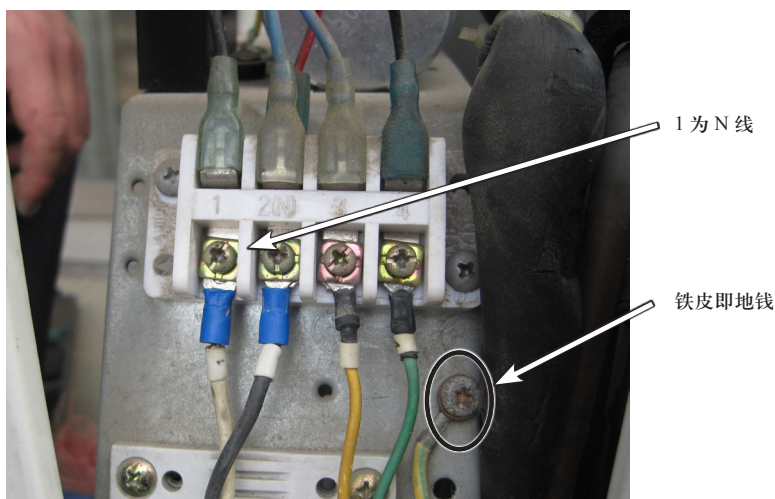

图 6-30 检测 N 线与地线
- 3) 用万用表电阻档测量 N 线与地线之间阻值为 $1k\Omega$ 左右，如图 6-30 所示。说明空调器存在短路故障。